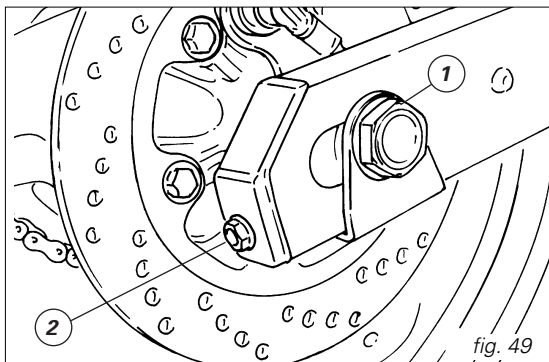

fig. 49
Per registrare la tensione allentare il dado (1, fig. 49) del perno ruota, avvitare della stessa entità in senso orario la vite (2) su entrambi i lati del forcellone per aumentare la tensione o svitarle per diminuirla. In quest'ultimo caso è necessario spingere in avanti la ruota.